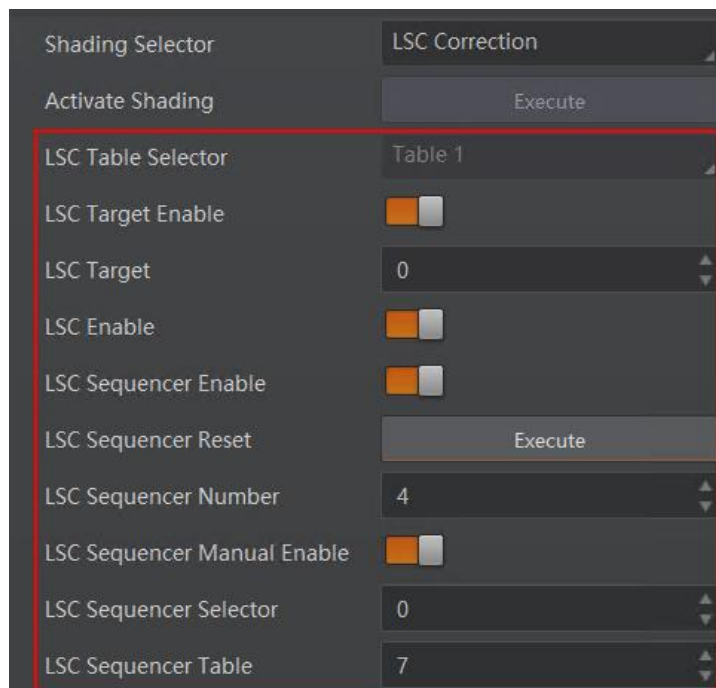

图12-13 LSC 轮询
4. 开启 *LSC Sequencer Enable* 使能，如图 12-13 所示。